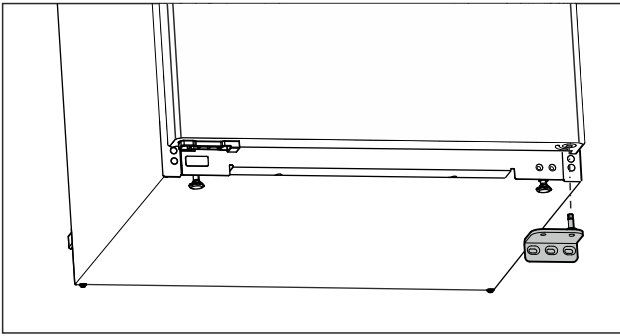

Fig. 8
- ▶ Hiqni nga poshtë bazamentin mbështetës. (shihni Fig. 8)